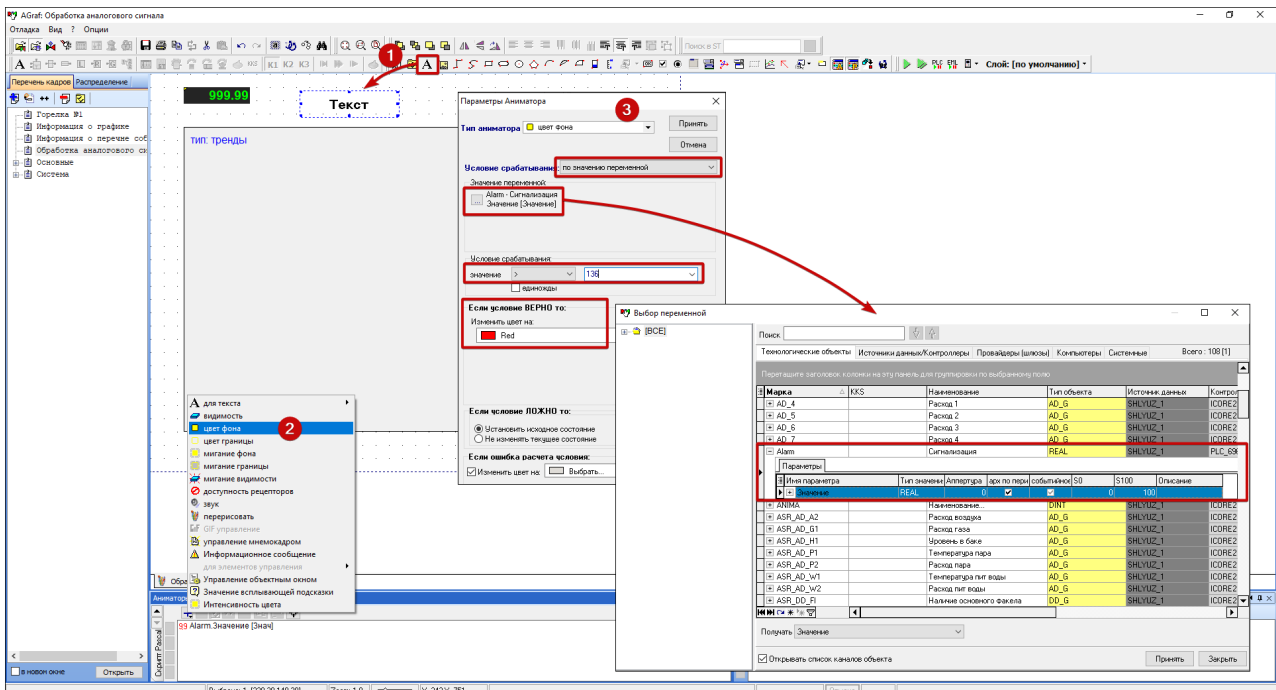

Рисунок 11.4. Добавление примитива и аниматора
7) Добавьте на кадр примитив (рис. 11.4 [1]). Для наглядности, используем примитив Текст.
- 3) В открывшемся окне "Параметры графического объекта" введите уникальное имя примитива, которое будет использоваться в скриптах (рис. 11.4 [2]).
- 4) В дополнительном окне "Аниматоры" перейдите на вкладку "Скрипт JS" (рис. 11.4 [3]).
- 5) Напишите скрипт. В нашем случае скрипт, который будет изменять цвет примитива (рис. 11.4 [4]).
- 6) Нажмите кнопку  в верхней части дополнительного окна "Аниматоры" (рис. 11.4 [5]).
- 7) В дополнительном окне "Рецепторы" нажмите кнопку  и выберите нужный рецепт (рис. 11.4 [6]). В нашем случае - это рецепт группы "Действия" "Выполнить скрипт".
- 8) В появившемся окне "Параметры рецептора" введите имя функции, которую следует выполнить, и пропишите ее параметры (уникальное имя примитива, желаемый цвет) (рис. 11.4 [7]).
- 9) Нажмите  для сохранения кадра (рис. 11.4 [8]).